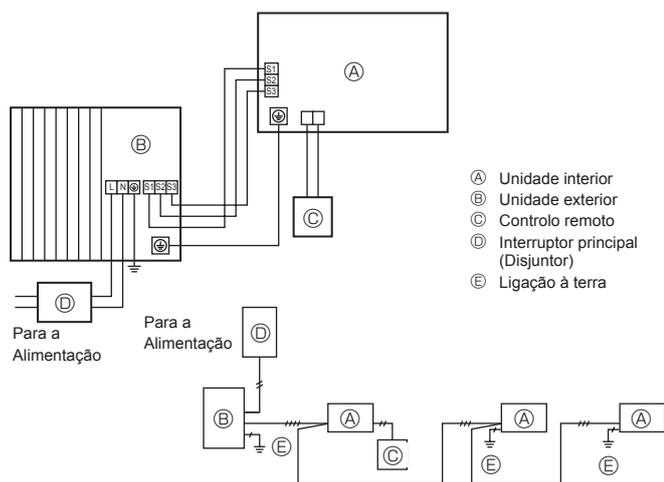
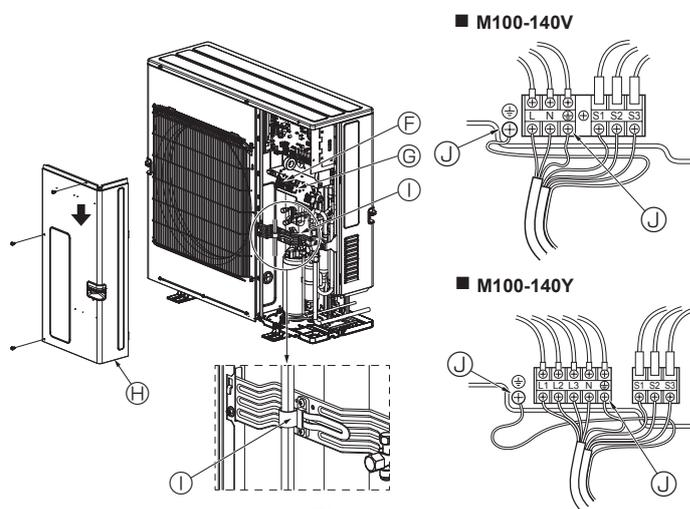

Fig. 6-1
Fig. 6-2
6.1. Unidade exterior (Fig. 6-1, Fig. 6-2)
- ① Remova o painel de manutenção.
- ② Ligue os cabos consultando a Fig. 6-1 e a Fig. 6-2.